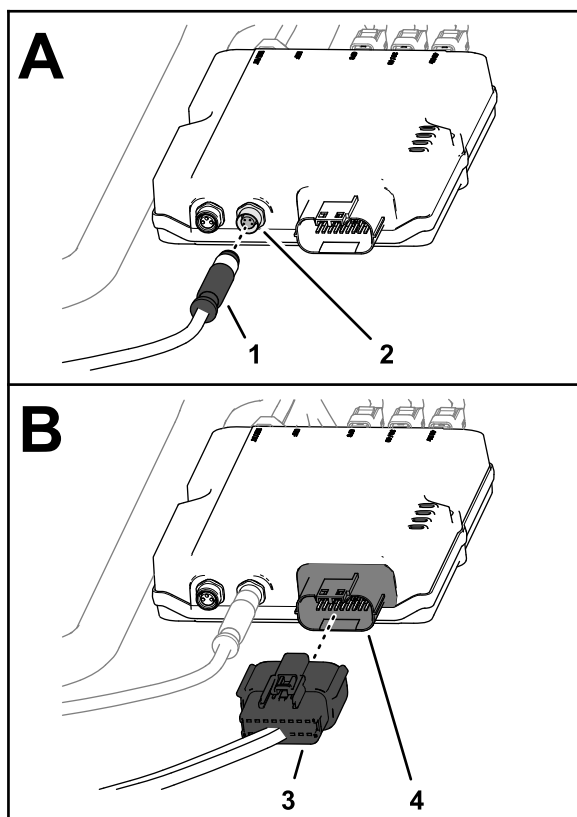

Рисунок 191
(Рисунок 191).
2. Вставьте 18-гнездовой разъем жгута проводов питания модема с маркировкой CL55 в 18-штыревой разъем модема CL-55 (Рисунок 191).